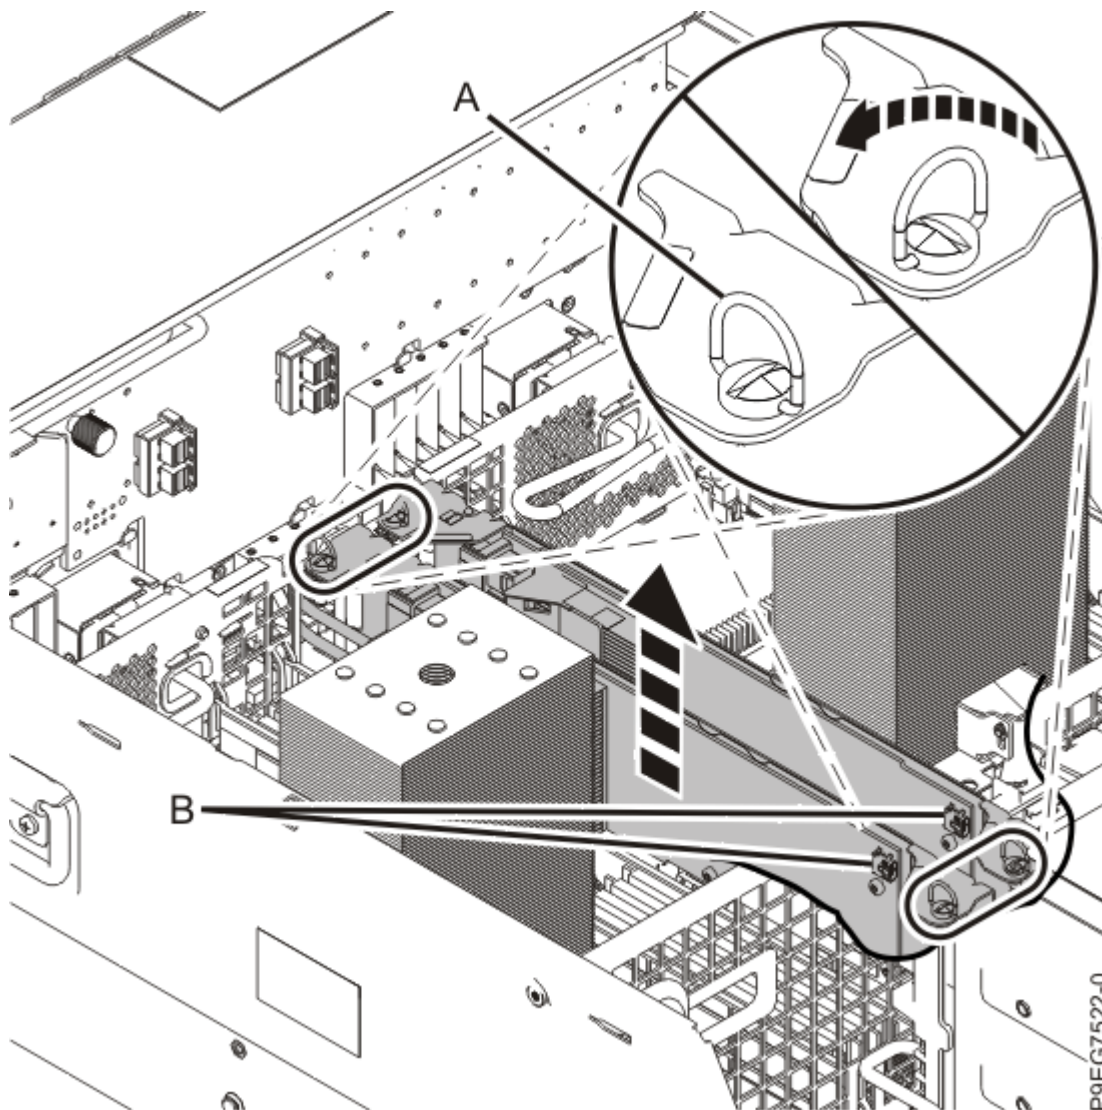

Figure 32. Retrait de l'adaptateur SAS RAID
7. Laissez le câble SAS avant connecté à cet adaptateur SAS RAID. Tournez les vis **(A)** dans le sens contraire des aiguilles d'une montre pour libérer l'adaptateur SAS RAID. Soulevez l'adaptateur SAS RAID et le câble SAS avant pour les retirer de l'emplacement. Pendant cette opération, veillez à ce que le câble SAS avant ne se coince pas dans un composant. Voir Figure 32, à la page 38.